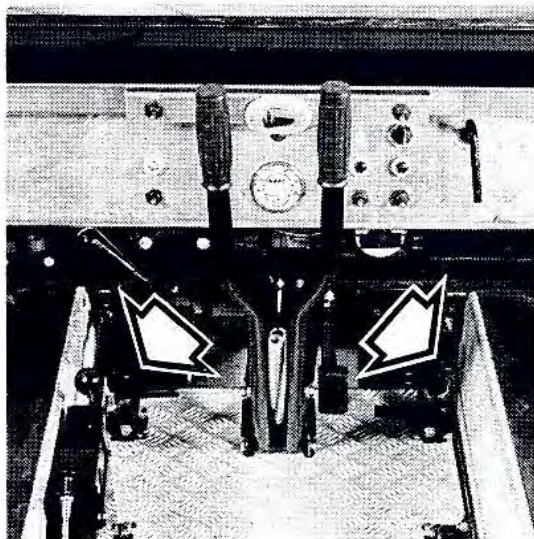

Bild 21. Smörjnippel.
- drivhjul, 4 nipplar, se bild 21 och 22.